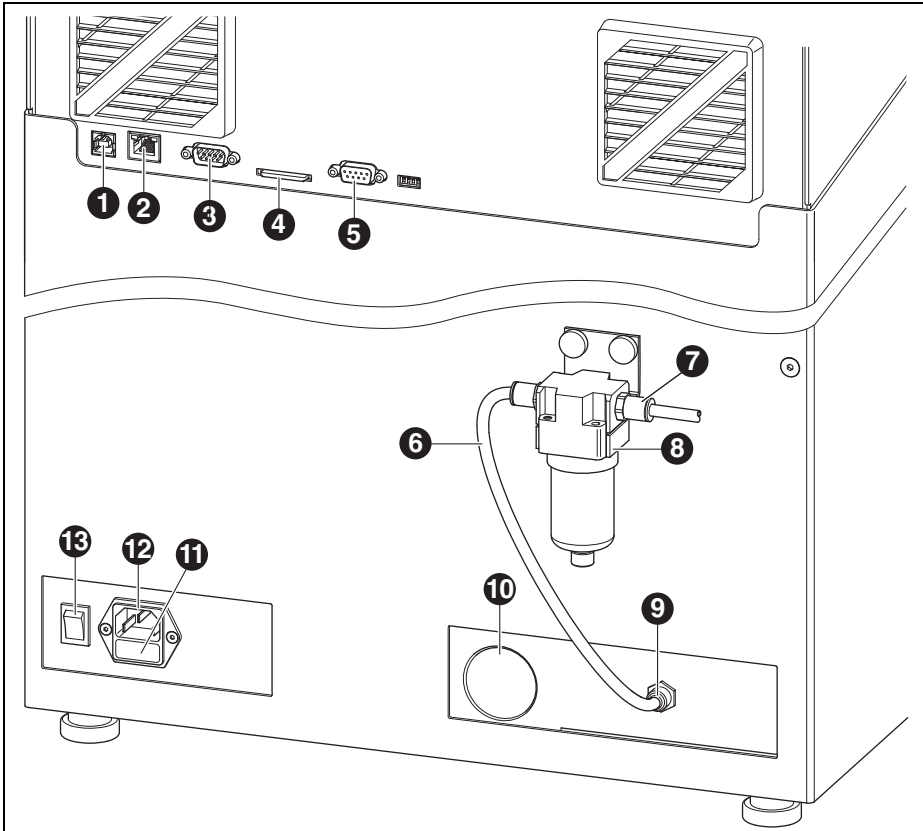

Bild 2 Geräteübersicht Rückseite
- ▷ Die Schublade ([11] in Bild 2 auf Seite 7) unterhalb des Netzsteckers herausziehen.